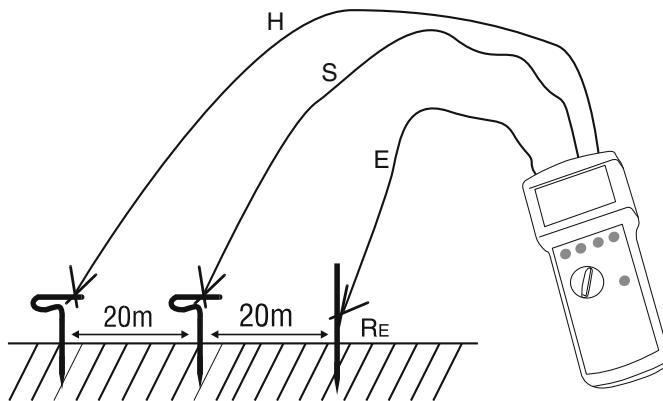

Bild 4: dreipolare Messung
- 1) Ordnen Sie die Erdspieße für Hilfsleiter und Sonde, wie in Bild 4 gezeigt an. Diese Anordnung kann auch in Dreiecksform erfolgen. Der Abstand zwischen Sonde und Erder bzw. Sonde und Hilfsleiter muss mindestens 20m betragen. Legen Sie die Leitungen sorgfältig aus und achten Sie darauf, dass die Leitungen möglichst nicht parallel nebeneinander liegen und sich nicht kreuzen, um Einkopplungen zu vermeiden.
- 2) Verbinden Sie die Messleitungen mit den Erdspießen gemäß Bild 4.
- 3) Drehen Sie den Messartwahlschalter (13) in Stellung "3 pol".
- 4) Stellen Sie die gewünschte Berührungszeit mit der Taste "UL" (11) ein.
- 5) Falls gewünscht stellen Sie die manuelle Frequenzwahl mit der Taste "auto/man" (16) und die Messfrequenz mit der Taste "f1/f2" (12) ein.
- 6) Taste "Start" (14) drücken.